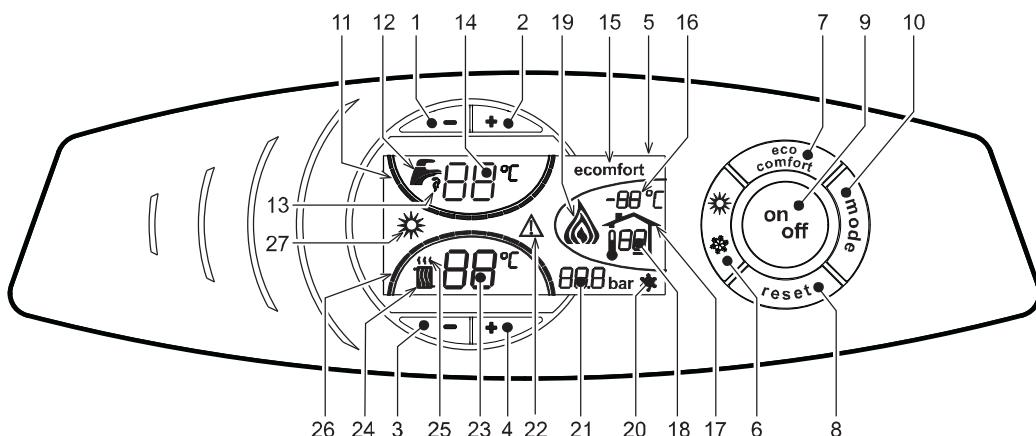

fig. 1 - Panneau de contrôle
En cas de besoin thermique (détecté par le thermostat d'ambiance ou la chronocommande à distance), l'air chaud au-dessus du radiateur (rep. 24 et 25 - fig. 1) clignote.
Les voyants des degrés chauffage (rep. 26 - fig. 1), s'allument au fur et à mesure que la température du capteur de chauffage atteint la valeur fixée.
Lors d'une demande d'eau chaude sanitaire (venant de l'ouverture d'un robinet d'eau chaude), l'icône du robinet d'eau chaude (rep. 12 et 13 - ) clignote. fig. 1 S'assurer que la fonction COMFORT (rep. 15 - ) est activée fig. 1
Les voyants d'indication de chauffage (rep. 11 - fig. 1) s'allument au fur et à mesure que la température du capteur de l'eau chaude sanitaire atteint la valeur programmée.
Lorsque le chauffage du ballon est actif (réglage par défaut), le pictogramme COMFORT est actif sur l'afficheur (rep. 15 - fig. 1), tandis que lorsqu'il est désactivé, c'est le pictogramme ECO qui est actif sur l'afficheur (rep. 15 - fig. 1)
Le ballon peut être désactivé par l'utilisateur (mode ECO) en appuyant sur la touche (rep. 7 - fig. 1). Pour activer le mode COMFORT, réappuyer sur la touche (rep. 7 - fig. 1).
Appuyer sur la touche (rep. 9 - fig. 1) pendant 1 seconde.
Pour rallumer la chaudière, réappuyer sur la touche (rep. 9 fig. 1) pendant 1 seconde.
- Appuyer sur la touche ON/OFF (9 - fig. 1).
Appuyer sur la touche (rep. 6 - fig. 1) pendant 1 seconde.
L'afficheur montre le pictogramme Été (rep. 27 - fig. 1) : La chaudière fournira uniquement de l'eau chaude sanitaire. Le système hors-gel reste activé.
Pour désactiver le mode Été, réappuyer sur la touche (rep. 6 - fig. 1) pendant 1 seconde.
Pour régler la température entre 30° C (minimum) et 85° C (maximum), agir sur les touches chauffage (rep. 3 et 4 -fig. 1) ; Toutefois, il est conseillé de ne pas faire fonctionner la chaudière en dessous de 45 °C.
Pour régler la température entre 10 °C (minimum) et 65 °C (maximum), agir sur les touches sanitaire (rep. 1 et 2 - fig. 1).
Lorsqu'une sonde extérieure (option) est installée, l'afficheur du tableau des commandes (rep. 5 - fig. 1) montre la température extérieure actuelle mesurée par la sonde. Le système de régulation de la chaudière travaille avec la "température évolutive". Dans ce mode, la température de l'installation chauffage est régulée en fonction des conditions climatiques extérieures de manière à garantir un confort élevé et une économie d'énergie pendant toute l'année. En particulier, lorsque la température extérieure augmente la température de départ installation diminue selon une "courbe de compensation" donnée.
Avec le réglage évolutif, la température programmée à l'aide des touches chauffage (rep. 3 et 4 - fig. 1) devient la température maximum de départ installation. Il est conseillé de régler la valeur maximale pour permettre au système de réguler la température sur toute la plage utile de fonctionnement.